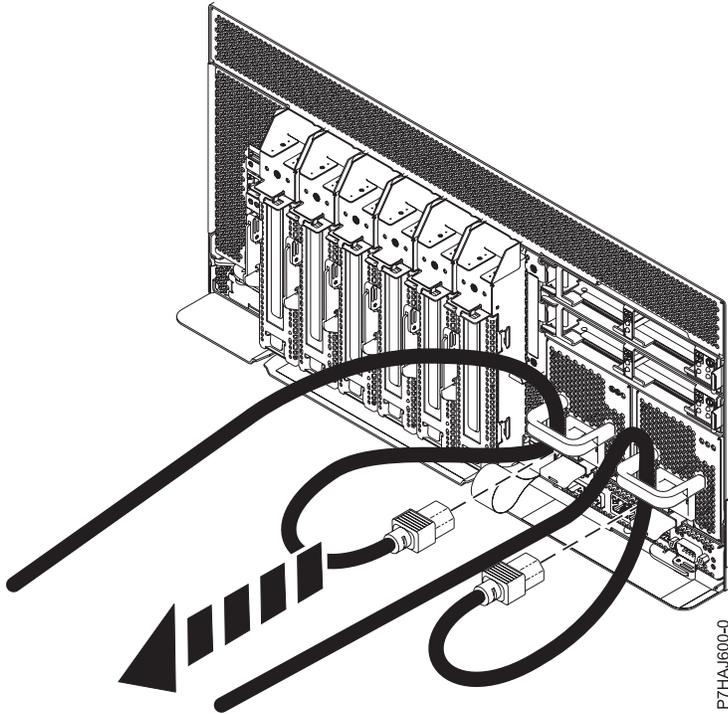

図 23. 電源コードの取り外し
3. 44 ページの図 23 に示されているように、電源コードをシステム装置から切り離します。